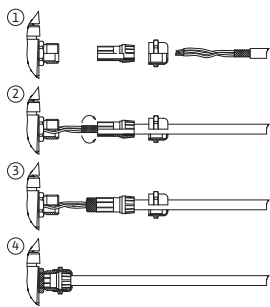

Fig. 25: Suport scut
Ecranarea este racordată prin presetupa pentru cablu la modulul electronic. Vezi Fig. 25.
Cablurile intrărilor digitale, ale intrărilor analogice și ale comunicării BUS trebuie protejate prin presetupa metalică pentru cablu de la trecerea cablurilor (Fig. 19, Poz. 4, 5 și 6). Pentru ecranare, a se vedea Fig. 25.
1. Deschideți cu grijă cârligul de fixare (Fig. 25) cu o sculă (de ex. șurubelniță).